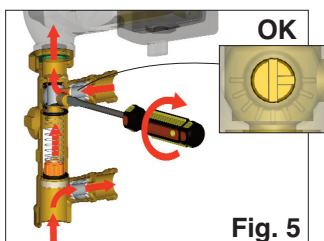

Fig. 5
- Pozitionați șurubul de reglare ca în fig.5;
- Die Stellschraube wie in Abb. 5 gezeigt positionieren;